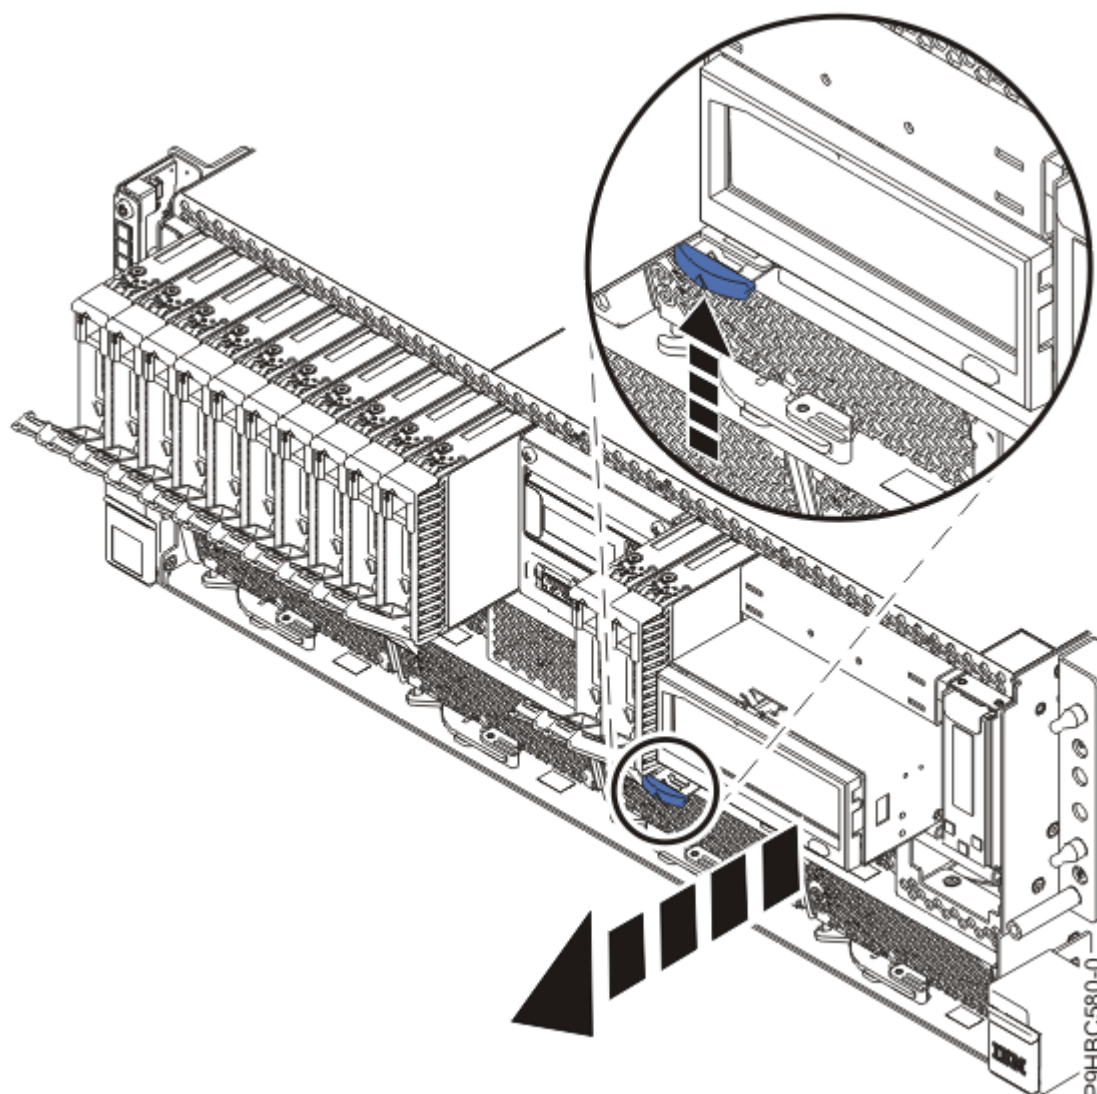

図 15. RDX ドッキング・ステーションの一部取り外し
- b) サーバーに RDX ドライブがある場合は、RDX ドッキング・ステーション・ラッチを矢印の方向に上へ押します (17 ページの図 15 を参照)。